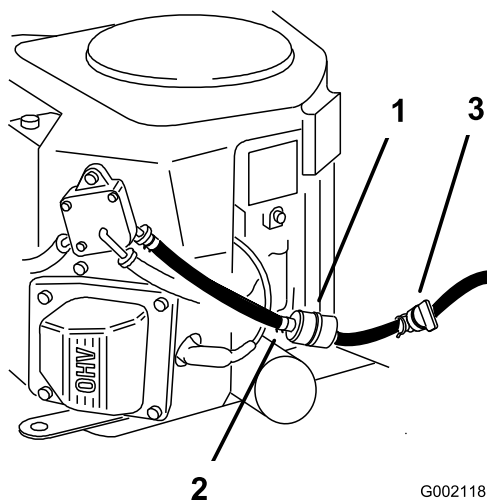

Figure 54
5. Fermez le robinet d'arrivée de carburant sous le siège (Figure 54).
8. Posez un filtre neuf et rapprochez les colliers de fixation du filtre (Figure 54).
6. Pincez les extrémités des colliers et faites glisser ceux-ci pour les éloigner du filtre (Figure 54).